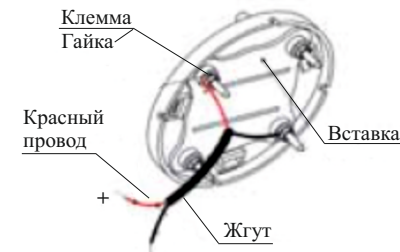

Рисунок 3
- для исполнения P21.162.001.000 с помощью переходного устройства (см. рисунок 3). Вставка устанавливается на розетку ПКУ-1, а провода подключаются к адресному устройству.